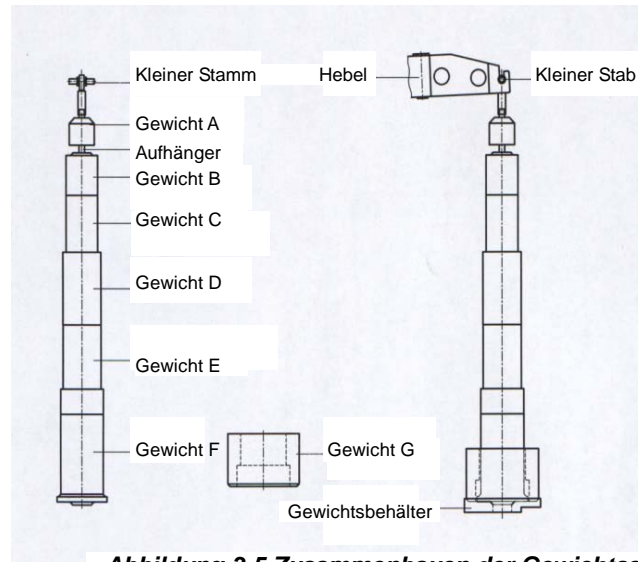

Abbildung 3-5 Zusammenbauen der Gewichtsstapel
8. Wie die Gewichte richtig angeordnet werden, zeigt Abbildung 3-5.
- Heben Sie vorsichtig den Gewichtsstapel aus der Maschine und bauen Sie ihn wie in Abbildung 3-5 dargestellt ist, zusammen.
Nut am Ende des Hebels. In diesem Moment sollte das Gewicht der Bodenfläche auf dem Gewichtbehälter aufliegen. Siehe Abbildung 3-5.